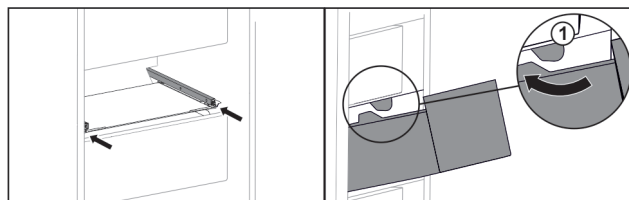

Fig. 127
- ▶ Prevedte zásuvku okolo zarážok Fig. 127 (1).